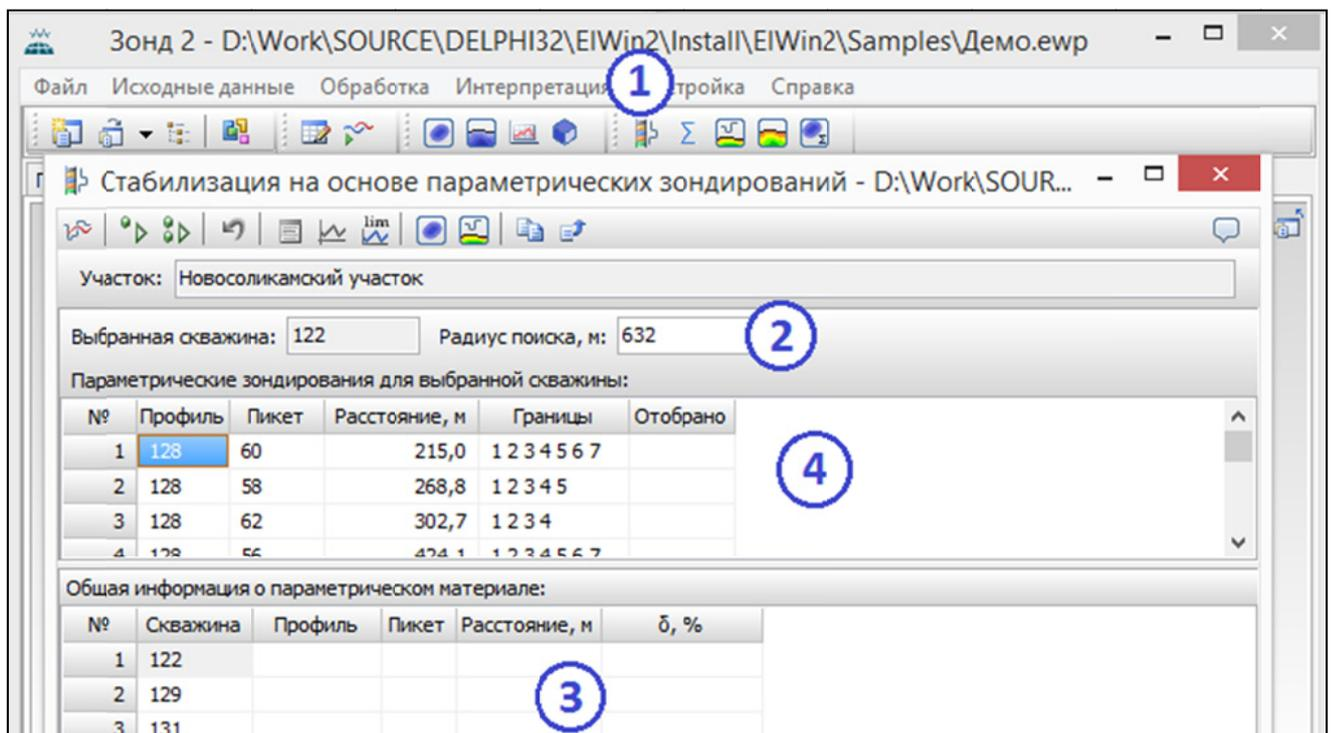

Рис. 6.1.1. Начало работы с модулем стабилизации на основе опорных зондирований - выбор опорных зондирований
- запустите модуль стабилизации на основе параметрических зондирований, нажав кнопку  на панели инструментов в главном окне программы *Зонд 2* (рис. 6.1.1, цифра 1);